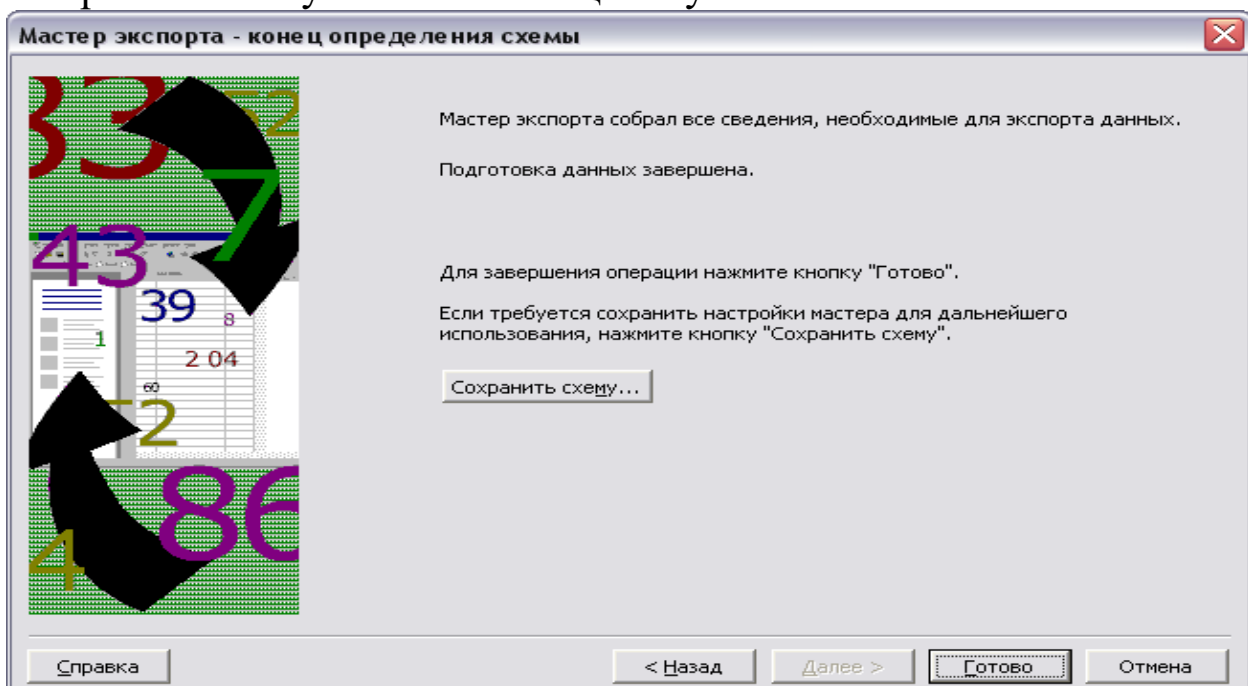

Рис. 42. Диалоговое окно «Мастер экспорта – конец определения схемы»
8. Откроется последнее диалоговое окно «Мастер экспорта – конец определения схемы» - рисунок 42, в котором мастер экспорта предложит сохранить новую схему. Если вы планируете использовать только что созданную схему в дальнейшем, щелкните на кнопке «Сохранить схему». Если нет – щелкните на кнопке «Готово».